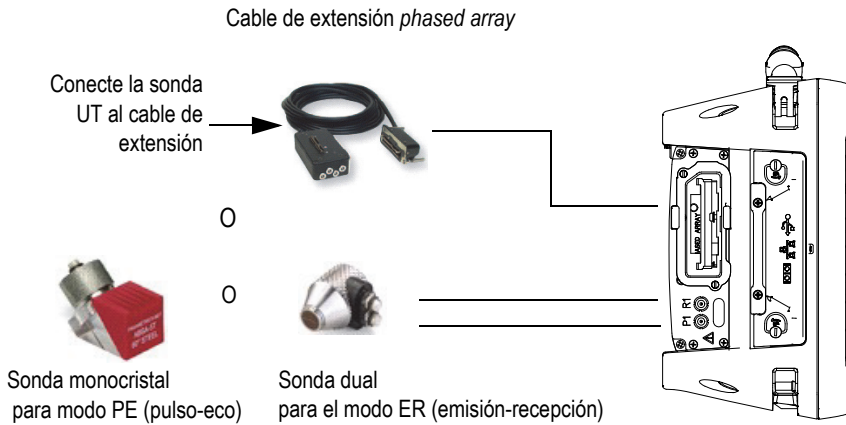

Figura 1-5 Requisitos para la conexión de sonda UT
El *software* OmniScan MXU combina los modos operativos por ultrasonidos multielementos (*phased array*, PA) y por ultrasonidos convencionales (UT). Según el módulo instalado en la parte posterior del equipo OmniScan MX2, es posible utilizar sondas UT o PA. Conecte las sondas UT o los conectores UT, tal como se muestra en la Figura 1-5 en la página 14. Use una sonda de elemento dual para el modo *pitch-catch* (emisión y recepción). También, es posible conectar una sonda UT en un conector PA mediante un adaptador.